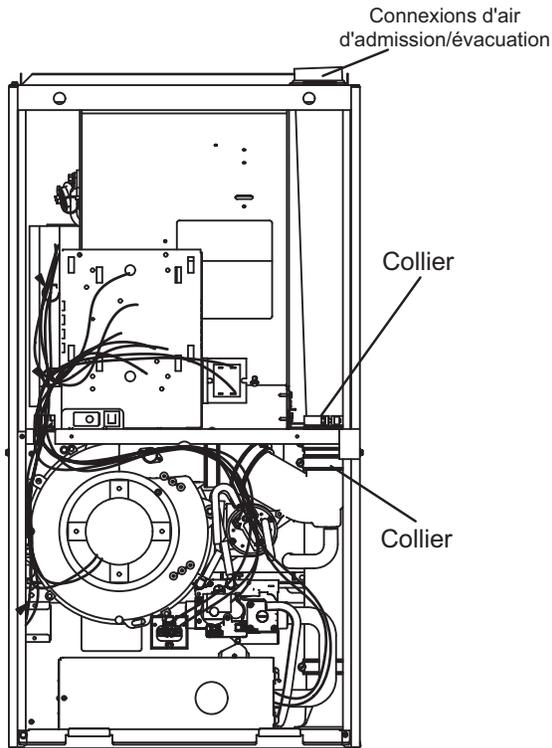
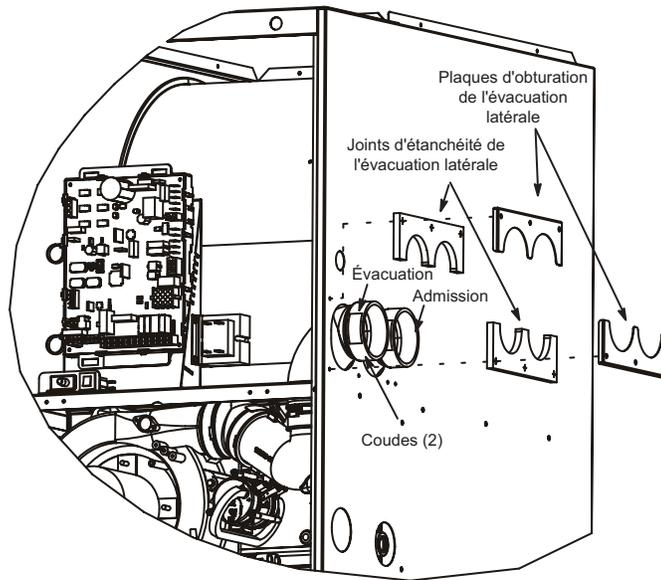

FIGURE 19
FIGURE 22
Le EL296DFV est livré avec un raccord d'évacuation/d'admission d'air au niveau du capuchon supérieur. Voir la FIGURE 19. À l'aide des pièces fournies, l'appareil peut être modifié sur place pour que ces connexions soient situées sur le côté droit de l'enceinte. Voir FIGURE 22 et suivre les étapes ci-dessous. Pour l'évacuation du côté gauche, commander l'ensemble 87W73.
- 2 - Desserrer les colliers de serrage qui fixent les raccords en caoutchouc aux tuyaux en PVC blanc à l'intérieur de la zone du vestibule. Voir la FIGURE 19.
- 3 - Desserrer le collier qui fixe les tuyaux au support du ventilateur. Voir la FIGURE 19.
- 11 - Retirer la protection des joints d'étanchéité de l'évacuation latérale (2) et les appliquer sur les plaques d'étanchéité de l'évacuation latérale (2) comme illustré à la FIGURE 22.
- 12 - Installer les plaques d'étanchéité de l'évacuation latérale et les joints sur l'extérieur de l'enceinte, comme illustré à la FIGURE 22. Fixer avec six vis (quatre réutilisées et deux fournies dans le sac). Les trous sont préperçés dans les pièces et l'enceinte, aucun perçage n'est nécessaire.